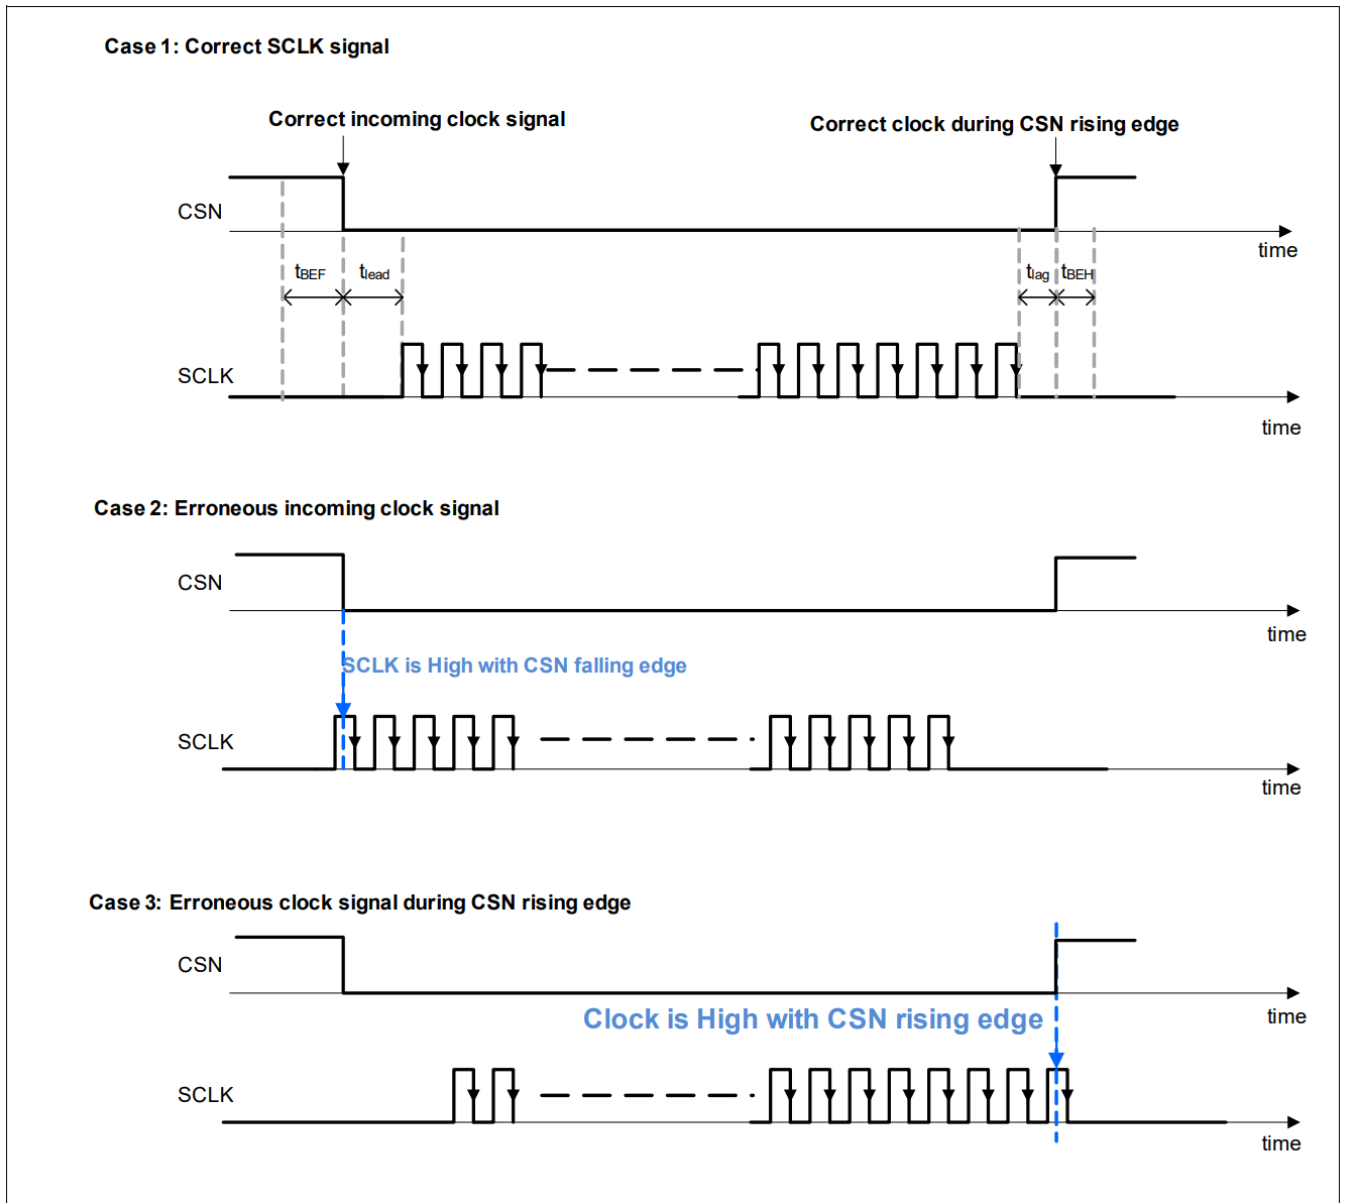

图 45 时钟错误
- 检测到时钟极性错误 (见图 45 情况 2 和情况 3): 在 CSN 上升沿或下降沿期间, 输入时钟信号为高 (协议错误)。